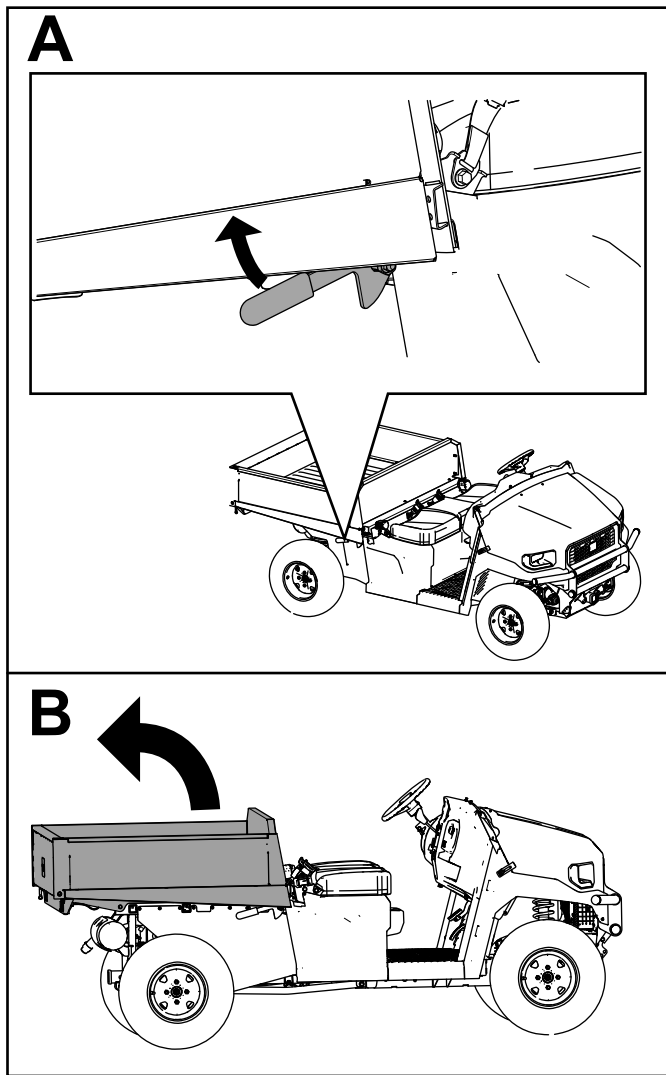

Bild 7
1. Heben Sie die Ladefläche an (Bild 7).